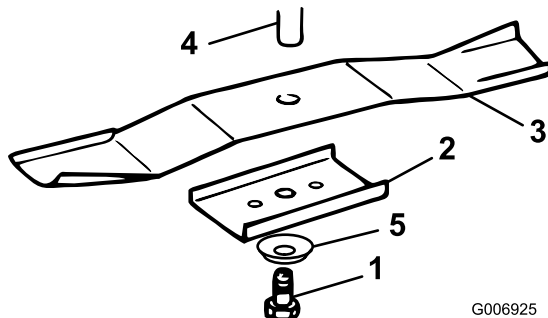

Bild 29
3. Entfernen Sie die Schraube (5/8 Zoll-Schlüssel), Wellenscheibe, den Halter und das Schnittmesser (Bild 29). Sie können einen Holzklötz zwischen das Schnittmesser und das Mähwerk keilen, um das Schnittmesser beim Entfernen der Schraube zu blockieren.
1. Montieren Sie das Schnittmesser, den -halter, die Wellenscheibe (Schalenseite zum Messer) und die Messerschraube (Bild 29).